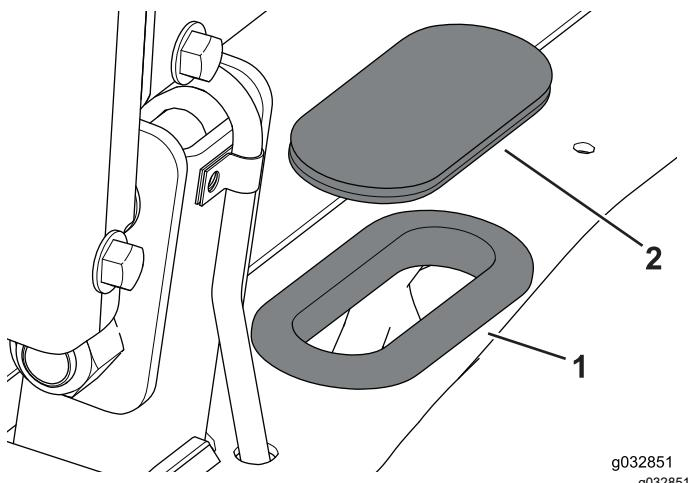

Bild 110
5. Ersetzen Sie die Winterscheibe durch die Sommerscheibe (Bild 110).